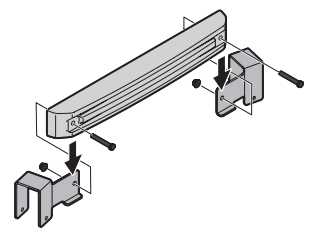

Figura 37
- Sujete el soporte de montaje izquierdo y el soporte de montaje derecho a la barra de peso con dos tornillos de 2-1/2" (710-0859) y tuercas con brida de 3/8" (712-04065) del paquete de herrajes 689-02200. Consulte la Figura 37.